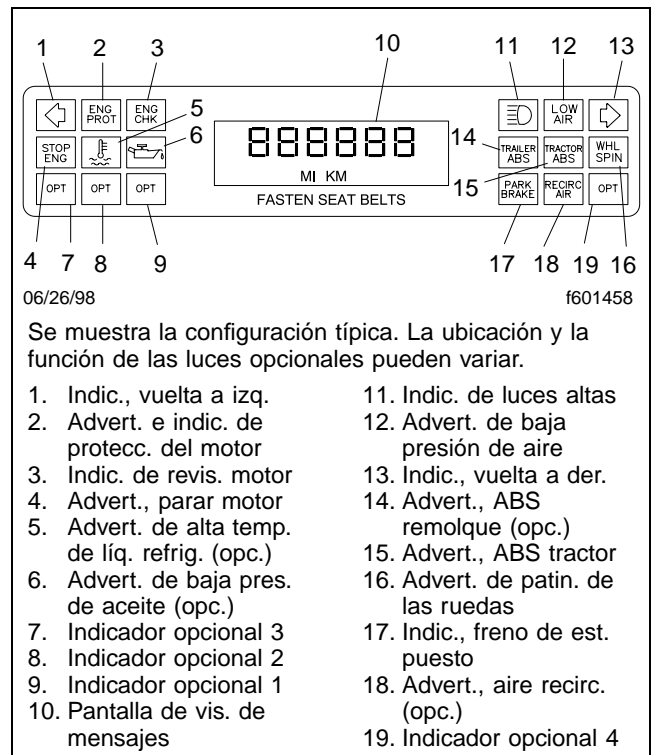

Figura 2.33, Centro de mensajes del tablero, ICU de Nivel II
Puede haber hasta 18 luces indicadoras y de advertencia instaladas en la ICU de Nivel II. Vea la **Figura 2.33**.
control de cruceo hasta que la pantalla del odómetro empiece a parpadear. Después de como cinco segundos, la visualización de millas (MI) en la parte inferior de la pantalla cambiará a kilómetros (KM) (o KM cambiará a MI, dependiendo de qué unidades estaban seleccionadas antes). Vea la **Figura 2.33**.